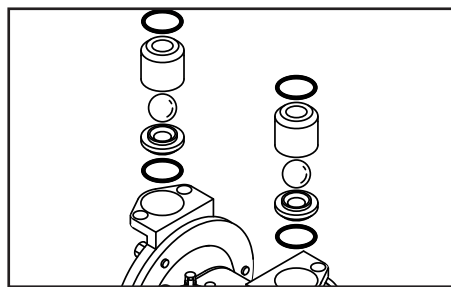

Figure 12
- Suppression de la boule / pastille, siège de soupape et le joint torique (voir figure 12).